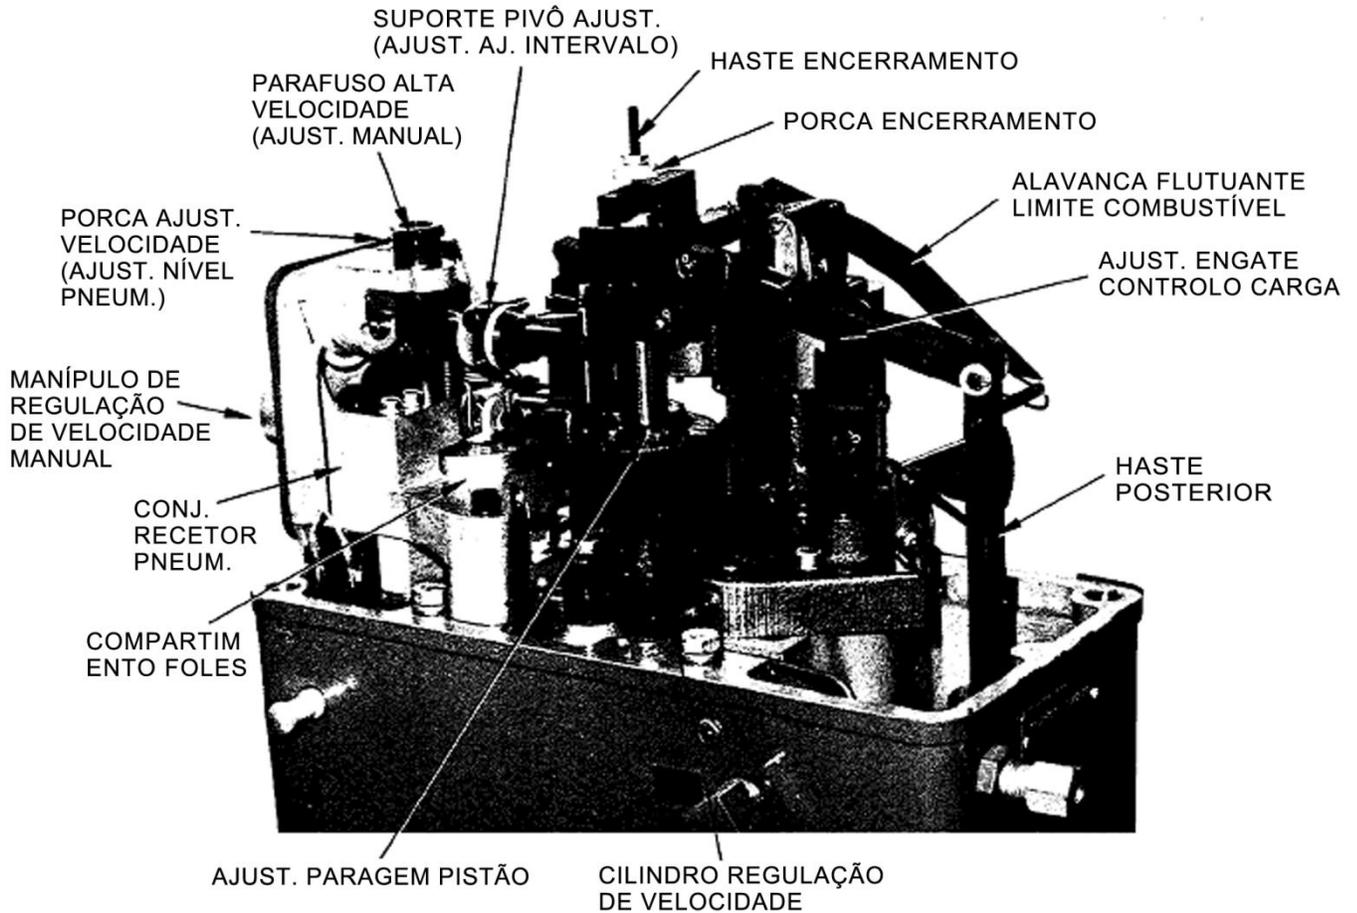

Figura 3-2. Vista Lateral Esquerda do Regulador com a Tapa Tirada
(Figura 3-2)
- b. Rode a porca de ajuste de velocidade (Figura 3-2) do parafuso de regulação de velocidade conforme necessário (no sentido anti-horário para aumentar) até atingir a velocidade baixa necessária com a pressão do ar de controlo mínima.